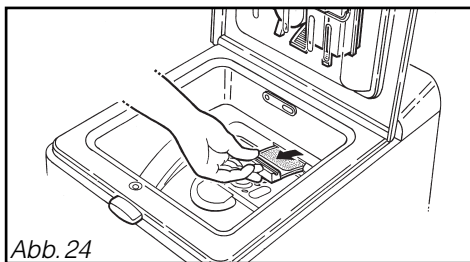

Abb. 24
- den Filter nach hinten ziehen, um ihn aus seiner Halterung zu entfernen (Abb. 24).